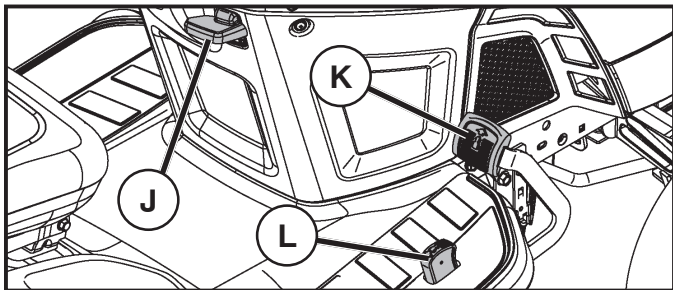

Fig. 8
## POUR AVANCER ET POUR RECULER (Voir la Fig. 8)
## COMMENT UTILISER LE RÉGULATEUR DE VITESSE (J) (Voir la Fig. 8)